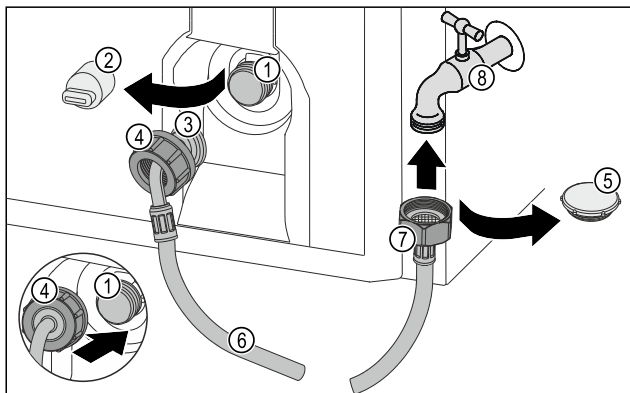

Fig. 15
- Свалете затварящата капачка Fig. 15 (5).
- Поставете прави край на маркуча Fig. 15 (7) към крана за вода Fig. 15 (8).
- Затегнете гайката на прави край на маркуча Fig. 15 (7) по часовниковата стрелка.